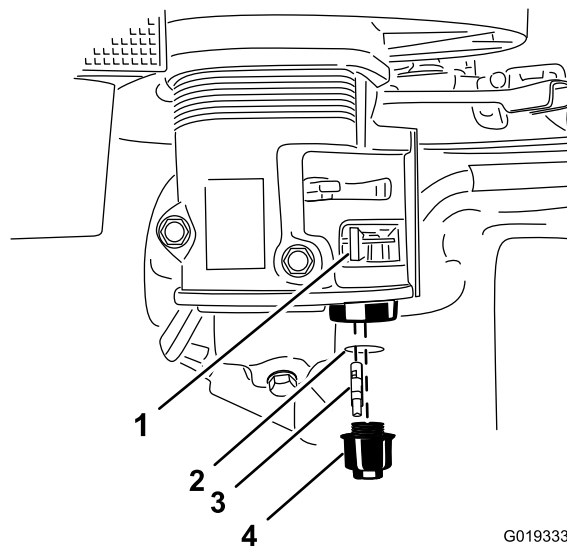

Figura 62
3. Mueva la palanca de la válvula de combustible a la posición de CERRADO, totalmente hacia la izquierda (Figura 62).
4. Desenrosque la taza de sedimentos (Figura 62).
5. Retire y conserve el filtro de combustible y la junta tórica (Figura 62).
8. Instale el filtro de combustible en la parte inferior del carburador (Figura 62).